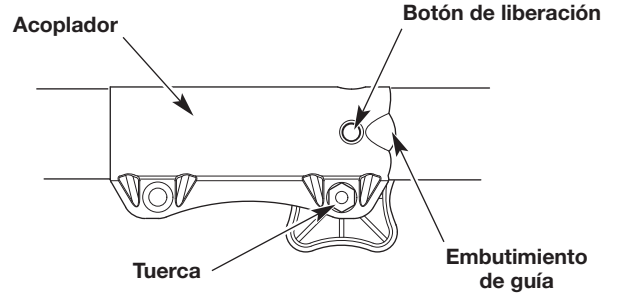

Fig. 5
**NOTA:** La alineación del botón de liberación con el embutimiento de guía ayudará en la instalación (Fig. 5).
**NOTA:** No ajuste demasiado la tuerca (Fig. 5).
2. Oprima y mantenga apretado el botón de liberación (Fig. 5).